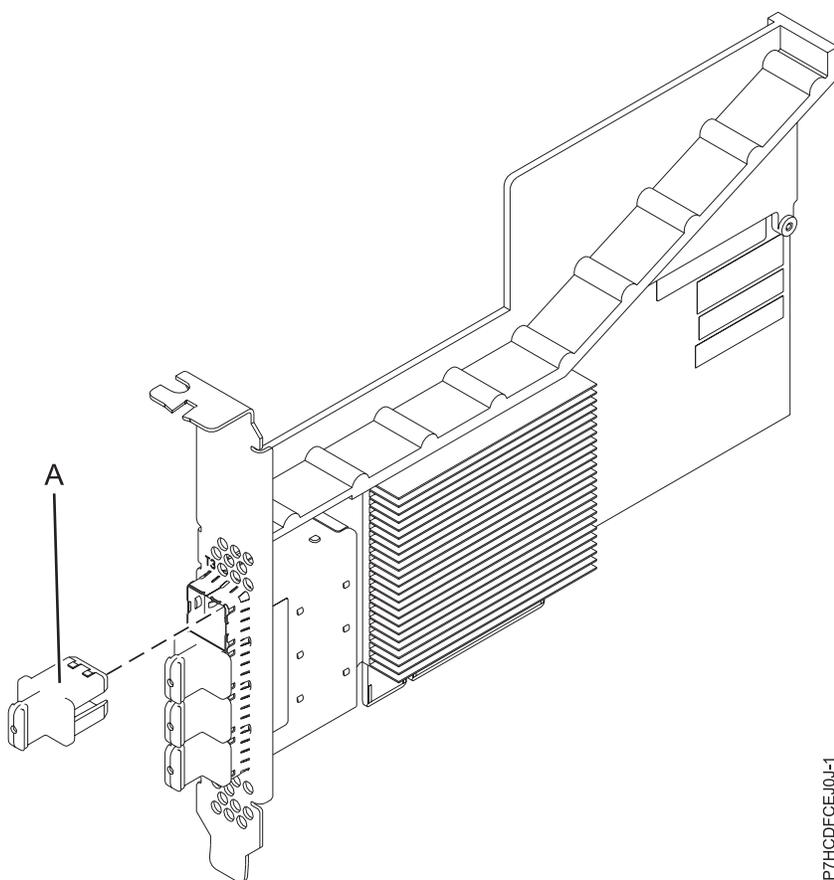

Figure 25. Carte SAS PCIe3 RAID
La carte PCIe3 SAS RAID quatre ports 6 Gb est une carte PCI Express (PCIe), SAS RAID, de troisième génération, courte et à faible encombrement mais destinée à une installation pleine hauteur. La carte est destinée à des applications SAS (Serial Attached SCSI) hautes performances et haute densité. Elle prend en charge le raccordement de disque SAS et de bande magnétique SAS à l'aide de quatre connecteurs mini-SAS haute densité (HD) x4 qui permettent d'utiliser les liaisons physiques dans différentes configurations étroites et larges de ports. Le raccordement de bande magnétique n'est pris en charge qu'avec une configuration de carte unique et ne peut pas être combiné avec un disque SAS sur la même carte. L'adaptateur ne dispose pas d'un cache en écriture. La figure 25, à la page 76 illustre la carte PCIe3 SAS RAID quatre ports 6 Gb.
La figure 25 représente la carte. Le capuchon du connecteur (A) est installé dans un port vide et empêche que ce port ne soit endommagé lorsqu'un câble d'un connecteur de port adjacent est branché ou retiré.